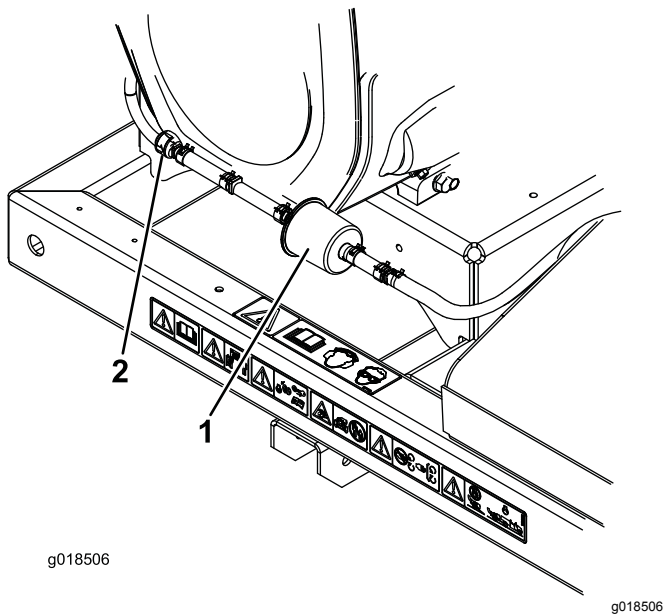

図 18
2. カーボンキャニスタ・パージラインフィルタの前後両側についているホースクランプをゆるめてフィルタから遠い位置に移す (図 18)。
3. カーボンフィルタを外して捨てる 図 18。
4. 新しいフィルタをホースに取り付けるフィルタについている矢印がチェックバルブの方を向くように取り付け、ホースクランプで元のように固定する 図 18。